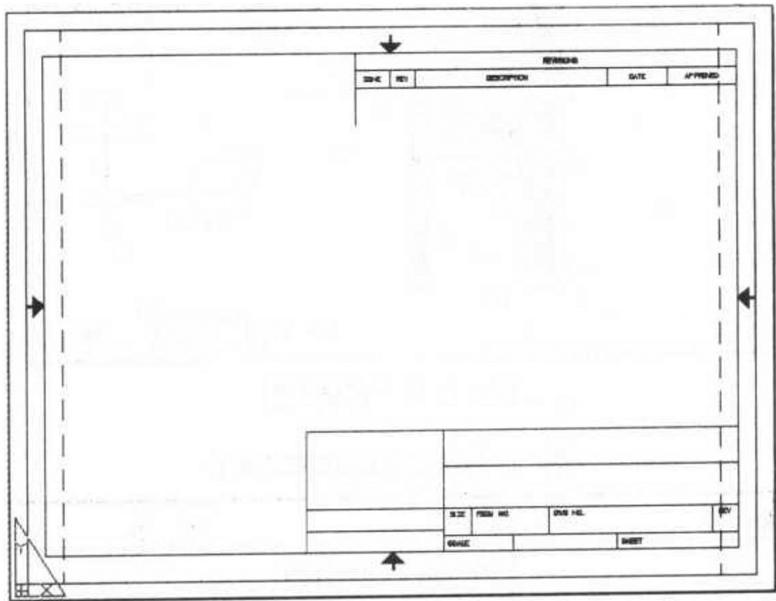

图 1.4 系统的标准图形模板
- ◆ 【样板】 选择【模板】选项后，系统提供一些标准图形模板供用户选择，如图 1.4 所示，每个模板都有图幅宽度和长度，有些还有标题栏。